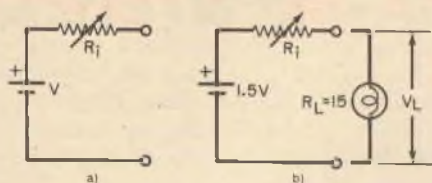

Fig. 20
A) **Sorgenti indipendenti** - Le sorgenti ideali di tensione e di corrente che abbiamo usate possono essere denominate sorgenti indipendenti. Il valore di una sorgente indipendente di tensione o di corrente è specificato ed è indipendente dal circuito cui è collegato. Combinando sorgenti indipendenti ideali e resistori, si possono costruire modelli per molti dispositivi fisici. Con l'uso continuato, per esempio, la tensione di una batteria diminuisce. Collegando una sorgente ideale di tensione indipendente in serie con un resistore, come si vede nella fig. 20-a, si può costruire il modello di una batteria che riflette questo comportamento. Il resistore  $R_1$  viene denominato resistenza interna della sorgente. Nella fig. 20-a è rappresentato come un resistore variabile, perché, per una batteria, il suo valore aumenta con l'uso e l'invecchiamento.
**Esempio 19** - Una batteria da 1,5 V, che è rappresentata dal modello della fig. 20-a, viene collegata ad una lampadina, come si vede nella fig. 20-b. La resistenza della lampadina,  $R_L$ , è di 15  $\Omega$ . Quando la batteria è fresca,  $R_1$  è circa zero  $\Omega$ . Con l'uso, supponiamo che  $R_1$  aumenti a 15  $\Omega$ . Determinare le tensioni ai capi della lampadina per queste due condizioni. Soluzione: per  $R_1 = 0$ ,  $V_L = 1,5$  V. Per  $R_1 = 15 \Omega$ ,  $V_L = 1,5 \times 15 / (15 + 15) = 0,75$  volt.